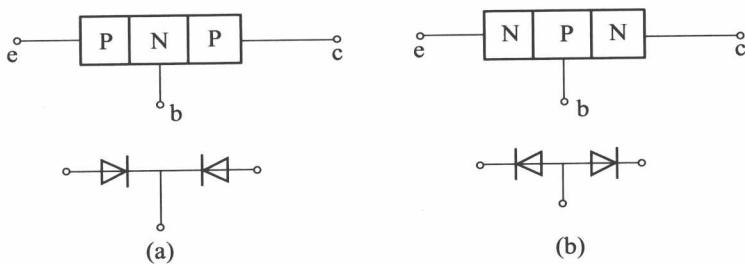

图 1-8 三极管结构图
① 判定基极 b。无论 PNP 管还是 NPN 管，均可看作由两只半导体二极管反极性串联而成。图 1-8(a)、(b) 分别代表 PNP 管和 NPN 管。